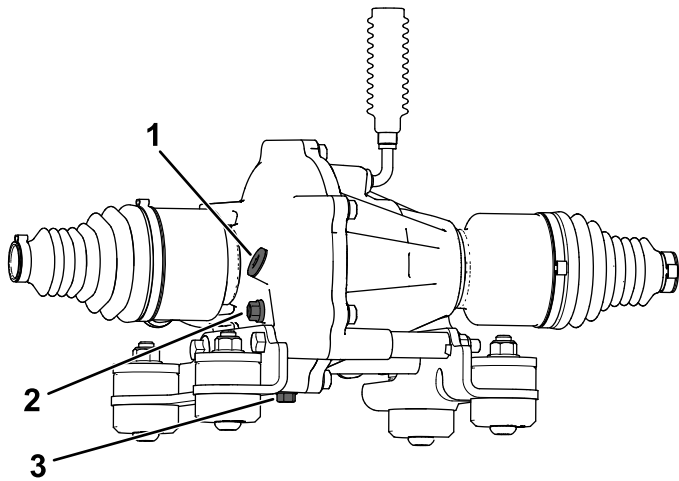

Figura 87
4. Retire el tapón de verificación del diferencial delantero (Figura 87).
5. Si el nivel del aceite es bajo, puede añadir el aceite especificado a través de la abertura del tapón de verificación (Figura 87).
4. Coloque un recipiente debajo del tapón de vaciado (Figura 87).
5. Retire el tapón de llenado (Figura 87).
6. Retire el tapón de vaciado y deje que el fluido se drene completamente (Figura 87).